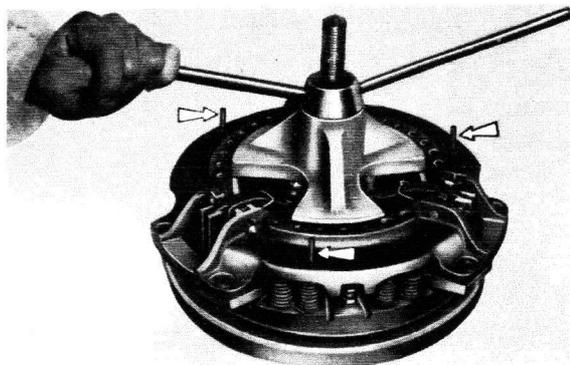

Fig. 4
- 4° Basculer les leviers verticalement et mettre en place le presseur MAMU (fig. 4).
- 5° Serrer à fond l'écrou à broches et remplacer les 3 vis d'assemblage de couvercle (posées au § 1 de l'opération H 4) par 3 tiges-guides vissées à leur place (fig. 4).